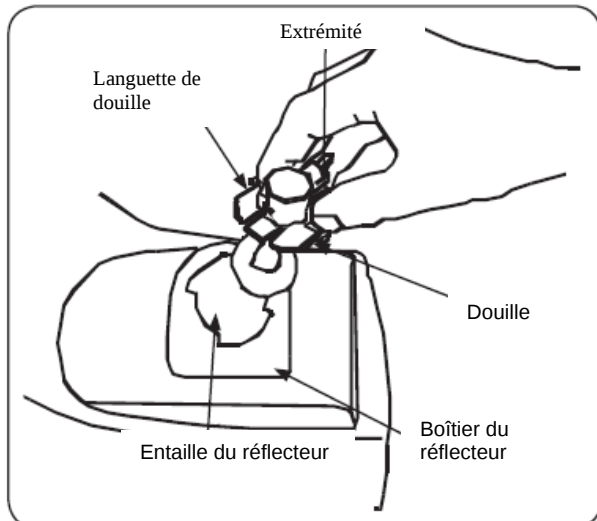

Figure 7-2
3. Tournez d'environ $\frac{1}{4}$ de tour l'assemblage douille pour aligner la languette de la douille avec l'entaille du boîtier du réflecteur; puis retirez l'ampoule et l'assemblage douille du boîtier du réflecteur. Consultez la Fig. 7-2.
5. Alignez une broche de verrouillage de la base de l'ampoule avec l'entaille dans la douille et tournez-la au besoin pour verrouiller la douille dans le boîtier. Consultez Fig. 7-2.